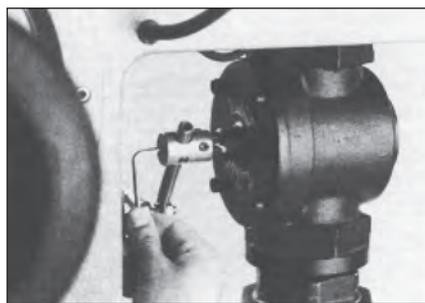
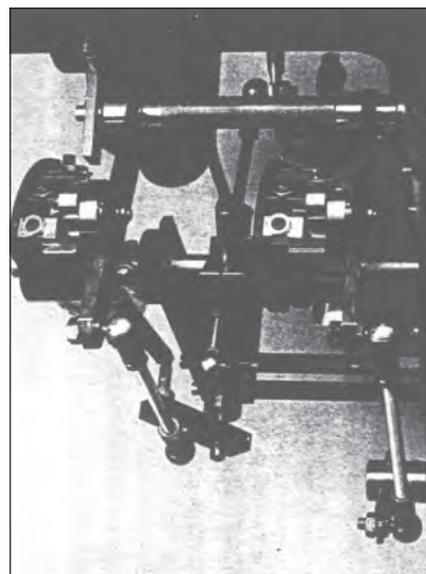

Рис. 14
Рис. 15
Объем воздуха для первой ступени устанавливается для всех двухступенчатых горелок на воздушной заслонке. Воздушная заслонка может регулироваться перестановкой установочного кулачка в серводвигателе, обозначенного надписью «ZU» (закрыть) и надписью «1 ступень» в соединении с краном регулировки газа (см. п. 6.4.2. Установка серводвигателя). Воздушную заслонку можно регулировать также непосредственно, ослабив шарнир, или изменяя длину рычага на соединительном рычажном механизме. Для типа GOS отличие от типа GOZ состоит в том, что воздушная заслонка регулируется и устанавливается через изгибающийся конвейер. При этом сначала следует обратить внимание на то, чтобы плечо рычага с обоими ведущими роликами и плечо рычага воздушной заслонки находились бы примерно параллельно друг другу. После ослабления контргайки на установочном винте поворотного конвейера, воздушная заслонка может закрываться вращением вправо, или больше открываться вращением влево (рис. 15).
Для горелок GOS 3700 корректировка объема газа производится через приводной рычаг на кране регулировки газа (рис. 14), причем максимальная регулировка воздуха производится при полностью открытой воздушной заслонке через рычажный механизм подпорной шайбы. Чтобы получить линейную характеристику регулирования во всем диапазоне регулировки, для горелок GOS 900/3700 отверстие воздушной заслонки корректируется в соответствии с разрешением на подачу газа через изгибающийся конвейер на рис. 15 в промежуточных ступенях. Юстировка осуществляется с помощью стальной пружины, находящейся на изгибающемся конвейере, которая может изменяться в своем положении после освобождения контр-гайки на установочном штифте. Вращение вправо приводит к увеличению объема воздуха, вращение влево приводит к уменьшению объема воздуха.
После регулировки ступени малой нагрузки для горелок GOS 900/3700 приступают к регулировке ступени номинальной нагрузки, изменяя угол поворота изгибающегося конвейера (рис. 15). В отличие от горелок GOZ 350/600, эти горелки должны быть безукоризненно отрегулированы при каждой ступени нагрузки. Юстировка осуществляется через стальную пружину, находящуюся в поворотном дисковом кулачке. Эта пружина, после ослабления контргайки на винтовом штифте, может изменяться в своем положении. Вращение вправо приводит к повышению расхода жидкого топлива, вращение влево приводит к уменьшению расхода жидкого топлива.
Точная регулировка горелки осуществляется ослаблением связи с краном регулировки газа в положении малой нагрузки при значениях на шкале 1-1,5 (рис. 14). После пуска горелки и окончания предварительной азрации, происходит включение розжига с последующим открыванием магнитного клапана. При переключении в режим неисправности, кран регулировки газа (рис. 14) следует постепенно, шагами, открывать настолько, чтобы происходило образование пламени. В заключение, объем газа в регулировочном кране повышается настолько, чтобы можно было достичь параметров горения без регулировки воздуха  $CO_2 = 9,5-10,5\%$ ,  $CO \geq 0,01\%$ . После этого соединительный рычажный механизм соединяется с краном регулировки. Дальнейшая регулировка производится трехпозиционным переключателем и точной юстировкой через поворотный дисковый кулачок объема воздуха. Регулировка при работе на жидком топливе осуществляется аналогично регулировке на газе. Если требуется повышение основной нагрузки после точной регулировки, то она производится управлением серводвигателя с помощью трехпозиционного переключателя и фиксируется кулачками (3) ступени малой нагрузки газа, или кулачком (4) ступени малой нагрузки жидкого топлива. После дополнительной точной регулировки трехпозиционный переключатель удаляется и вновь производится подключение к регулятору установки.